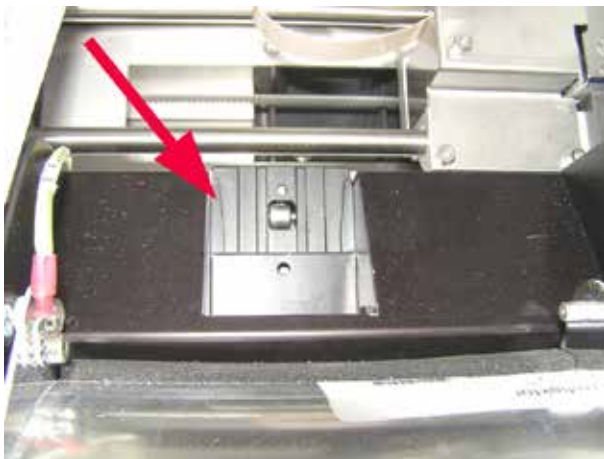

Fig. 48
- Rampa dispensadora de portamuestras (→ "Fig. 48")
La rampa debe estar limpia (→ "Fig. 48").